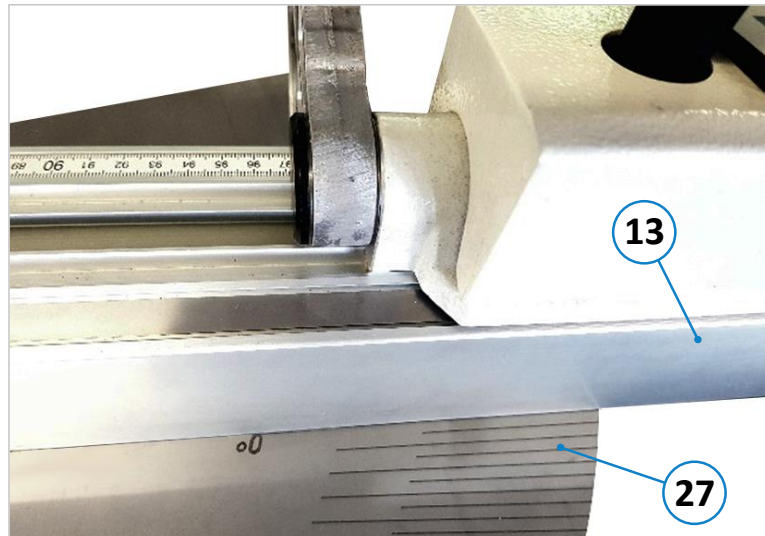

Figure 26 : guide télescopique en position zéro degré
- Le guide télescopique (13) est ainsi automatiquement réglé sur la position 0° (voir ⇒ Figure 26).
- Serrer maintenant la molette d'arrêt (W) et la poignée-étoile (G) à fond.
**Risque d'écrasement entre le châssis à équarrir (22) et le guide télescopique (13) !**